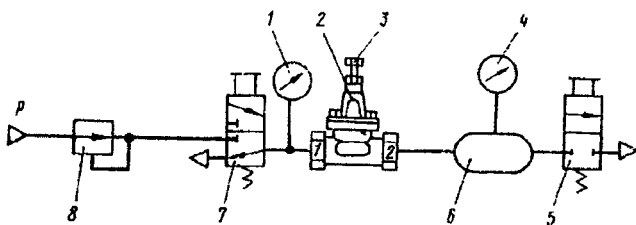

Рис. 320. Схема подключения защитного одиарного клапана:
1. Подключите прибор по схеме, изображенной на рис. 320.